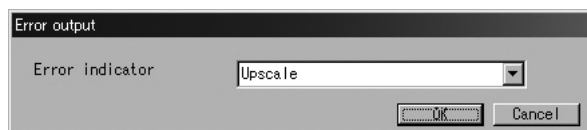

図33
- ① 画面上部メニューの「Setup(S)」をクリックし、「Config output」のドロップダウンリストの中から「Error output」を選び再度クリックします。
- ② 図33のようなメッセージボックスが現れます。ここではエラー時の出力レベルを設定します。